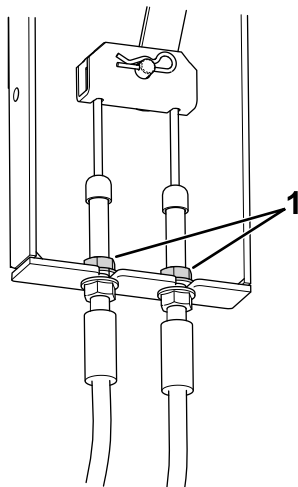

図 72
3. 機体左側、左タイヤ近くにあるブレーキケーブルのマウント 図 72 を探し出す。